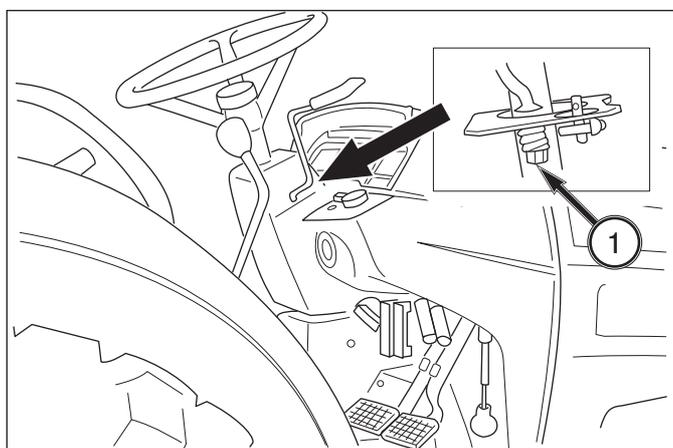

FIG. 6-25
**FIG. 6-25:** Le levier d'accélération doit rester à la position choisie par le conducteur. Lors d'une utilisation normale, la friction du levier diminue, et celui-ci peut quitter la position sélectionnée. Tournez l'écrou de réglage, 1, si nécessaire pour maintenir le levier d'accélération à la position choisie. 1